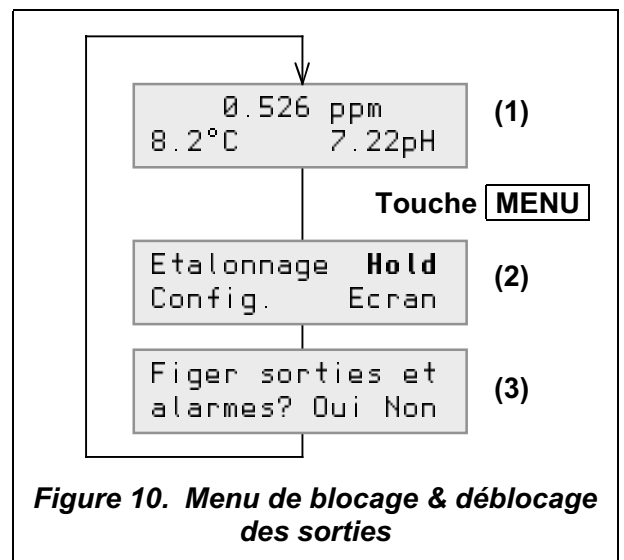

Figure 10. Menu de blocage & déblocage des sorties
À partir de l'affichage principal (1, figure 10 ci-contre), ouvrez le menu général (2) et sélectionnez « Hold ». Au niveau de l'écran (3), choisissez « Oui » pour bloquer les 2 sorties analogiques et les 3 sorties logiques à leurs valeurs et états actuels, ou « Non » pour les débloquer, puis validez avec la touche ENTER.